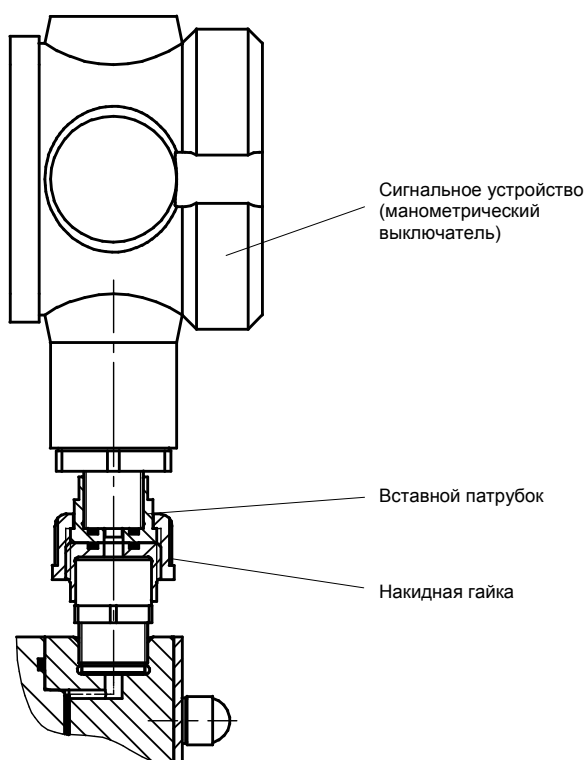

Рис. 42
- Ослабить накидную гайку и снять сигнальное устройство (см. рис. 42/43).